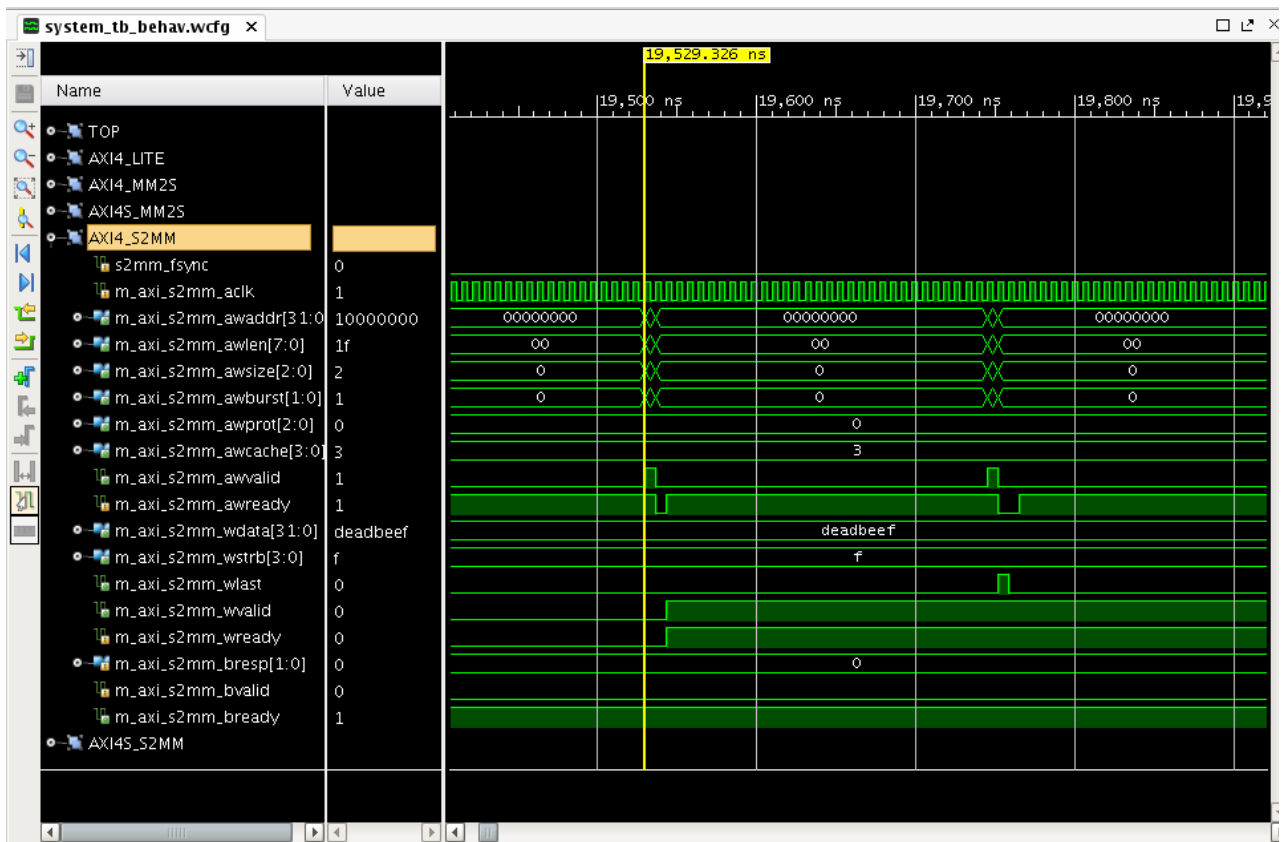

図 4 : AXI4_S2MM – 最初の書き込み
- AXI4_S2MM グループを展開し、19.5 μ s ~ 19.8 μ s 間を拡大表示します。これは、最初の書き込みトランザクションを示します。AXI VDMA コアが AXI4-Stream マスター BFM から書き込みデータを同時に取得しているため、書き込み側では 1 つの書き込みトランザクション (アドレス位相) しか発生しません。32 データ ビートが Zynq-7000 BFM S_AXI_HP0 インターフェイスに書き込まれると、wlast がアサートされます (AXI VDMA コアの最大バーストは 32 データ ビートに設定)。図 4 にこの様子を示します。